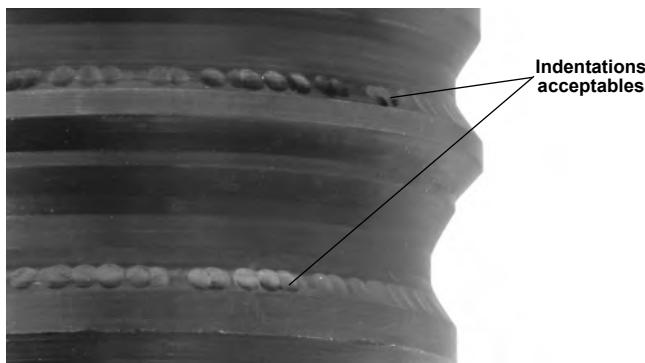

Figure 5 – Indentation des rainures du raccord QCS mâle
4. Examinez et entretenez tout autre matériel utilisé selon les consignes applicables afin de vous assurer de son bon fonctionnement. Examinez les têtes interchangeables pour signes d'usure, de déformation ou d'autre anomalie éventuelle. Lors de l'inspection du raccord QCS mâle (côté tête interchangeable), veuillez noter que l'indentation des rainures du QCS venue avec l'âge n'est pas considéré une détérioration (*Figure 5*).